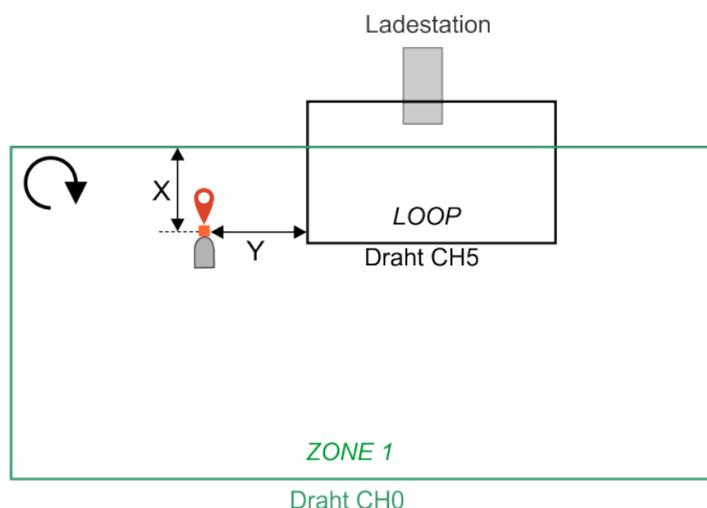

Abbildung 118: Rückkehr zur Ladestation von einem Einzelfeld
8. Positionieren Sie den Roboter an der gewünschten Stelle in ZONE 1. Dies muss sich auf die für ZONE 1 definierte Rückkehrrichtung beziehen. In diesem Beispiel ist dies im Uhrzeigersinn wie in *Abbildung 118: Rückkehr zur Ladestation von einem Einzelfeld* (Seite 90) gezeigt. X muss > 5 m sein. Y muss > 10 m sein. Der Roboter muss in Richtung Draht fahren.